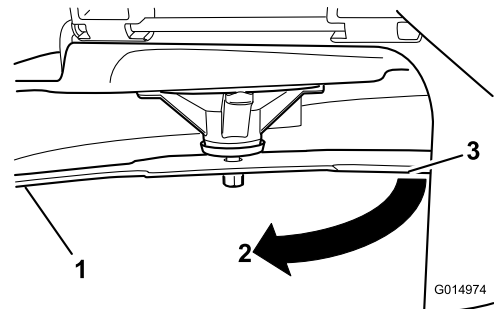

Bild 66
4. Drehen Sie dasselbe Messer um 180 Grad, sodass die andere Schnittkante jetzt in derselben Stellung ist (Bild 66).